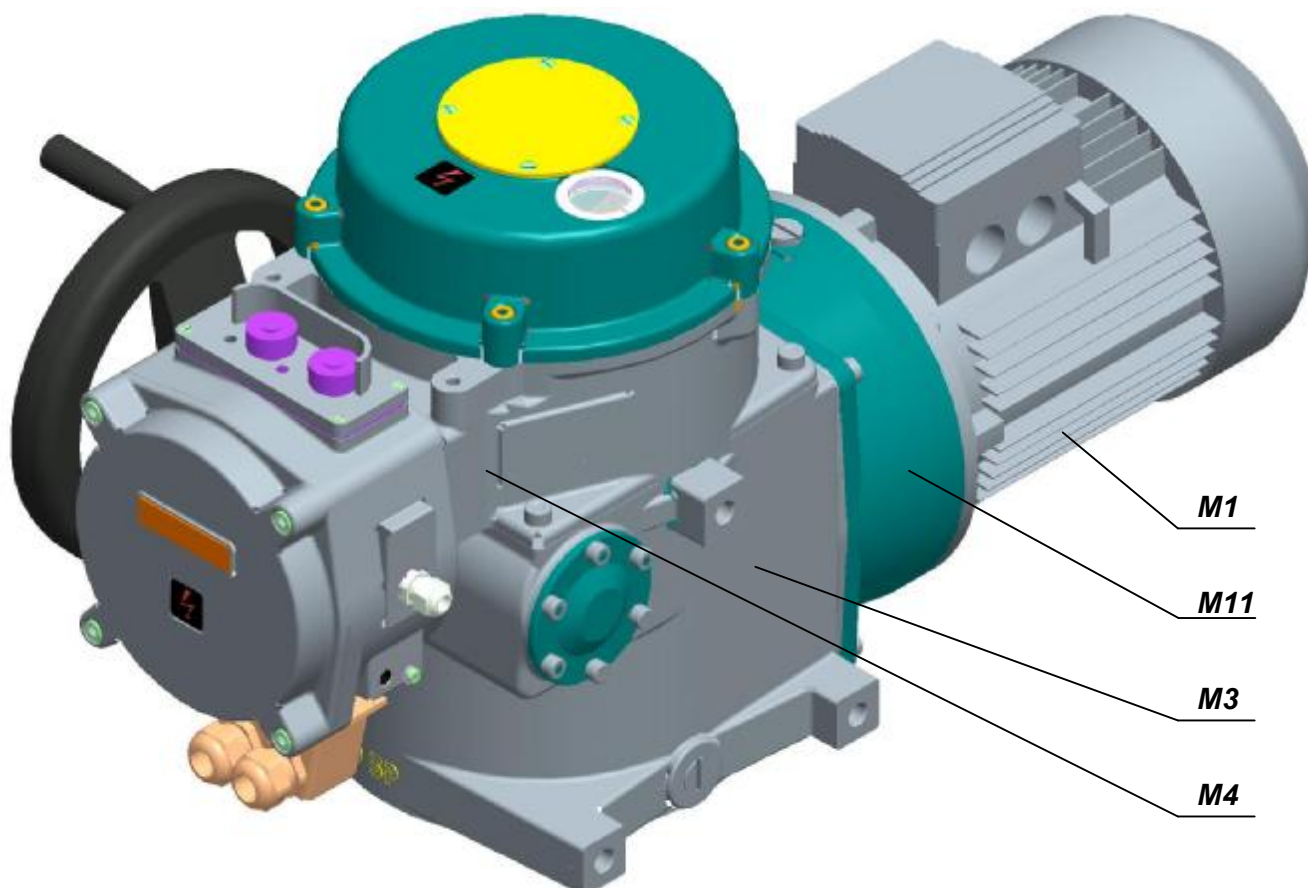

Рис. 1
Приборы **МО** имеют компактную конструкцию с некоторыми присоединенными модулями. Приборы состоят из двух своими функциями отличающимися главных частей (**рис.1**):
Система размещена в корпусе (22). Приводы размещены центрально на выходном валу (24) и представляют собой самостоятельную монтажную единицу. Шестерня электродвигателя переносит крутящий момент на коническое зубчатое колесо (34), которое вместе с сателитами (35) и жестким корончатым колесом - венцом (32), с внутренним зацеплением, создает планетарный редуктор. Поводок планетарного редуктора обеспечивает передачу крутящего момента на выходной вал (24). В верхней части размещен шнек (23) для снятия момента и ручного управления, которое применяется для перестановки управляемого устройства при отключении электрического тока. Перестановка осуществляется при помощи колеса ручного управления (25). Шнек подрессорен, и сила, вызванная крутящим моментом выходного вала, перемещает шнек в направлении оси против силы пружины. Перемещение шнека снимается вилкой с цапфой через валик (29), выходящий в коробку управления. Перемещение шнека пропорционально моменту. Вилка западает в контурную дорожку, что делает возможным вращательное движение колеса ручного управления, то есть ручное управление в любом эксплуатационном режиме. На задней стенке корпуса (22) напротив колеса ручного управления находятся три набалдашника с винтовыми ответствиями, которые позволяют прикрепить прибор на стену или на вспомогательную конструкцию (рис.1).
**Модуль М4 – коробка управления (Рис. 1)**, помещен в верхней части прибора и создает самостоятельное функциональное целое. Верхнюю часть образует кожух коробки управления. Нижняя часть коробки управления включает шкаф силовой передачи и создает несущую часть передачи для управляющей плиты (46) (Рис.3), которая содержит :
- блок положения (11)
- блок сигнализации с передаточным звеном (12)
- блок моментного выключения (9)
- блок датчика (33) (для спецификации прибора)
- нагревательное сопротивление (16) с термическим выключателем (15)
- регулятор положения (только для прибора МО 5 с регулятором) (14)